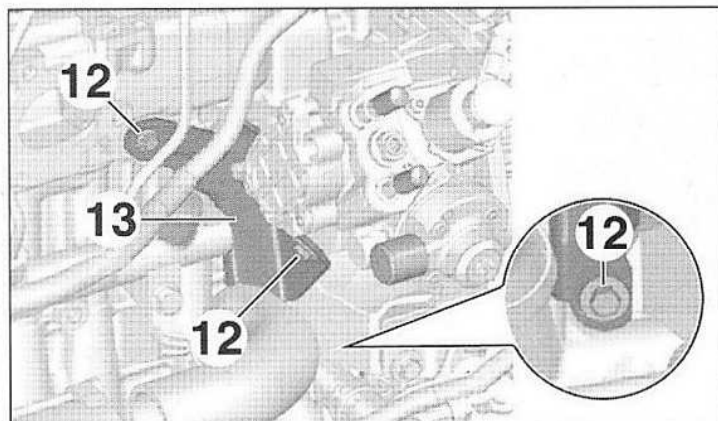
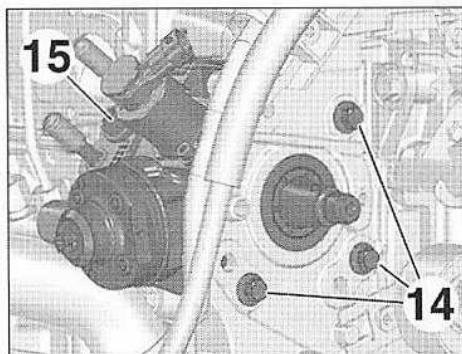

FIG.55
FIG.56
- Déposer (Fig.55) :
- les vis (12),
- le support arrière (13) de la pompe haute pression.
- Déposer les vis (14) et la pompe haute pression (15) (Fig.56).